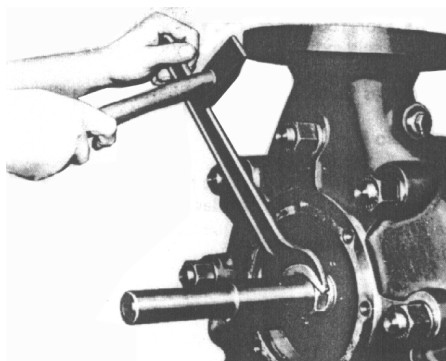

Fig. 9
- Travar a outra extremidade do eixo usando a chaveta e um dispositivo para travar o Eixo. Afrouxar a Bucha Protetora do eixo e extraí-la juntamente com o Anel O'ring. (Vide fig. 9)